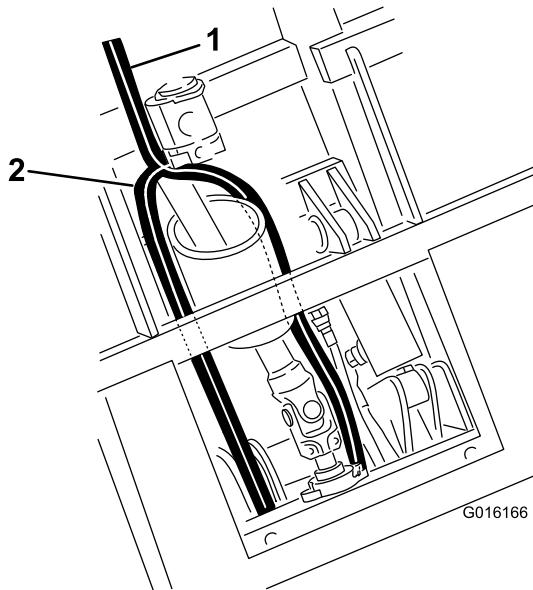

Bild 46
- Verlegen Sie den Druckschlauch unter dem Hubzylinder und zwischen den Befestigungshalterungen des Zylinders zum Ventil (Bild 46) hindurch.
- Verlegen Sie den Behälterschlauch entlang der Zapfwelle zum Ventil (Bild 46).